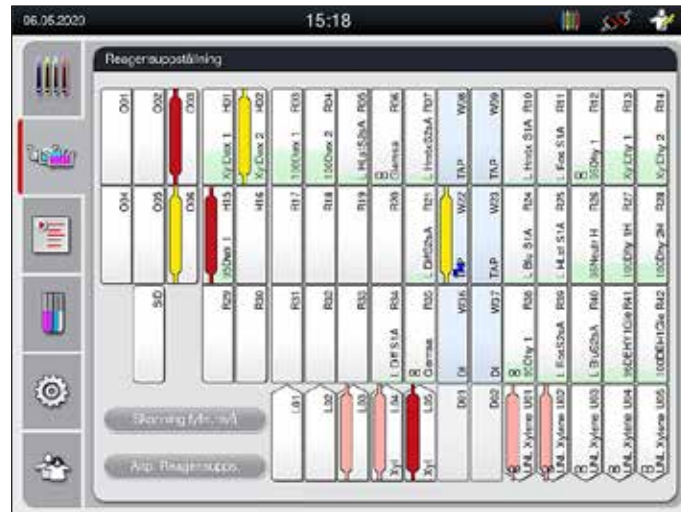

Bild 87
8. Den identifierade handtagsfärgen och den tilldelade programförkortningen visas på respektive station i reagensuppställningen (→ "Bild 87").
- Reagensuppställning med stationsinformation (→ "Bild 87").
- Tillgängligheten för och valt antal olika utmatningsstationer är inte synliga för användaren i processtatusvisningen. Det rekommenderas att använda reagensuppställningsmenyn för processövervakning (→ "Bild 87") när olika reagenser används i utmatningsstationerna, för att man ska kunna reagera i tid när utmatningskapaciteten nås.